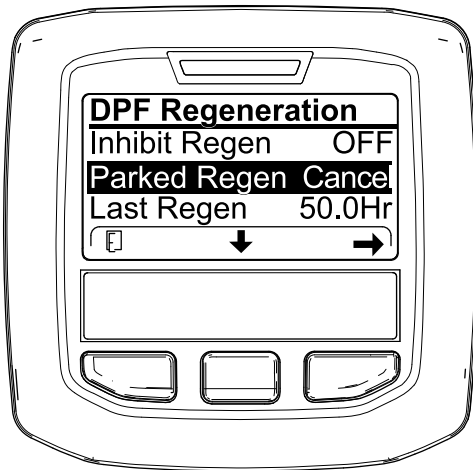
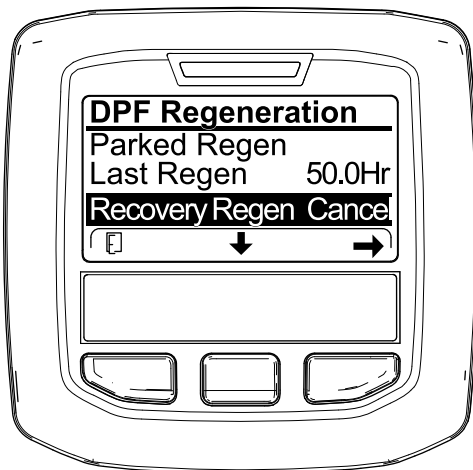

図 63
図 64
1. DPF 再生メニューにアクセスする 図 63。
2. 中央ボタンを押して下へスクロールし、駐車再生キャンセル PARKED REGEN CANCEL (図 63) またはリカバリ再生キャンセル RECOVERY REGEN CANCEL を選ぶ 図 64。
3. 右ボタンを押すと再生キャンセルに Regen Cancel に入る 図 63 または 図 64。